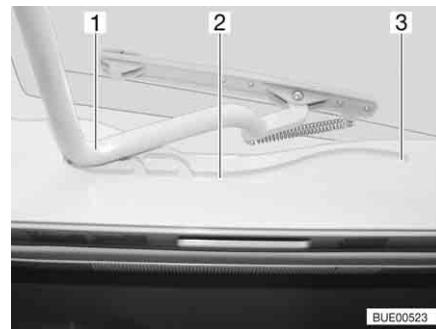

Bild 117 Heki-Dachhaube, Führung
- Den Bügel (Bild 117,1) in den Führungen (Bild 117,2) bis in die hinterste Position (Bild 117,3) ziehen.
- Den Bügel (Bild 117,1) mit beiden Händen leicht nach oben drücken.
- Den Bügel in den Führungen (Bild 117,2) bis zur gewünschten Stellung ziehen.